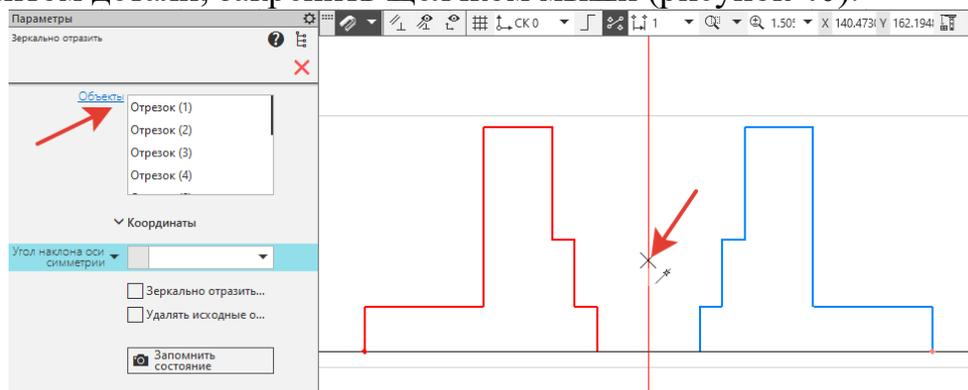

Рисунок 40.
4. На инструментальной панели **Правка** -  **Зеркально отразить**. С помощью курсора обвести «рамкой» все построенные прямые, как **объекты** и указать на вертикальную центральную осевую линию. С правой стороны появится фантом детали, закрепить щелчком мыши (рисунок 40).